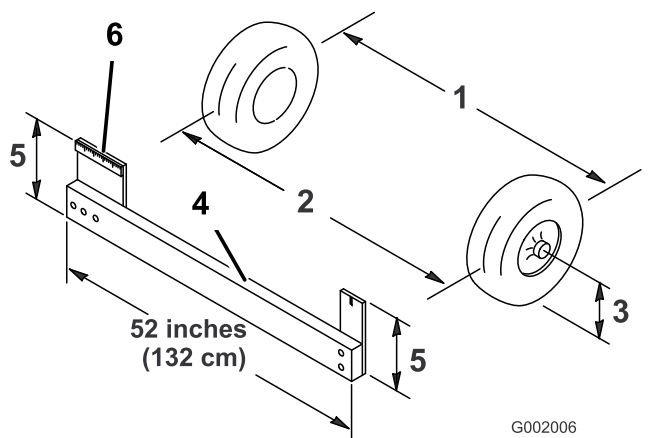

Figura 48
4. Misurate la distanza tra i pneumatici anteriori all'altezza dell'assale, davanti e dietro le ruote (Figura 48).
**Nota:** Per rilevare la misura posteriore dei pneumatici anteriori all'altezza dell'assale occorre un attrezzo o un calibro di allineamento; Usate lo stesso attrezzo, o calibro di allineamento, per rilevare con precisione la misura anteriore dei pneumatici anteriori all'altezza dell'assale (Figura 48).